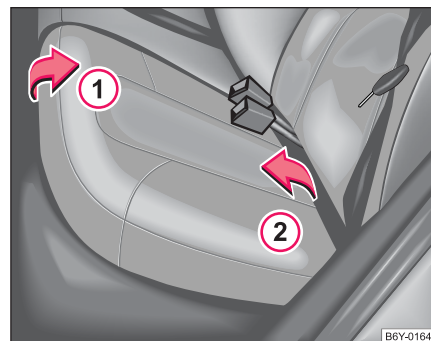

Fig. 48 Rabattre la banquette arrière
- Tirer la banquette arrière vers le haut dans le sens de la flèche ① $\Rightarrow$ page 69, fig. 48 et la rabattre vers l'avant dans le sens de la flèche ②.